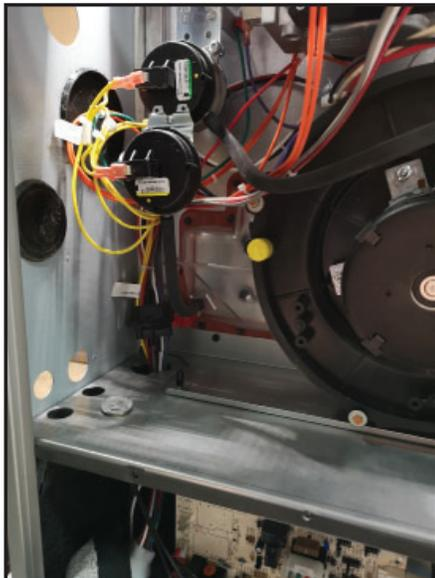

Fig. 5: Passe-câbles d'étanchéité du faisceau de fils
11. Le faisceau de fils précédemment déconnecté du panneau de commande peut maintenant être tiré à l'intérieur du cabinet supérieur de la fournaise en le faisant tourner d'un quart de tour dans le passe-câbles d'étanchéité et en tirant avec précaution les fils et les connecteurs Molex par l'ouverture (**Fig. 5**).